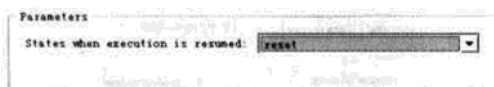

图 6.19 Action Port 模块参数设置
- 项全部选定, 然后单击 OK 按钮。双击子系统内的 Action Port 模块, 在弹出对话框中设定参数 States when execution is resumed 为 reset, 如图 6.19 所示, 然后单击 OK 按钮。比较 held 和 reset 两个参数的不同点, 前者是保持当前值, 后者则是回零。最后单击子系统窗口中的  按钮保存子系统。